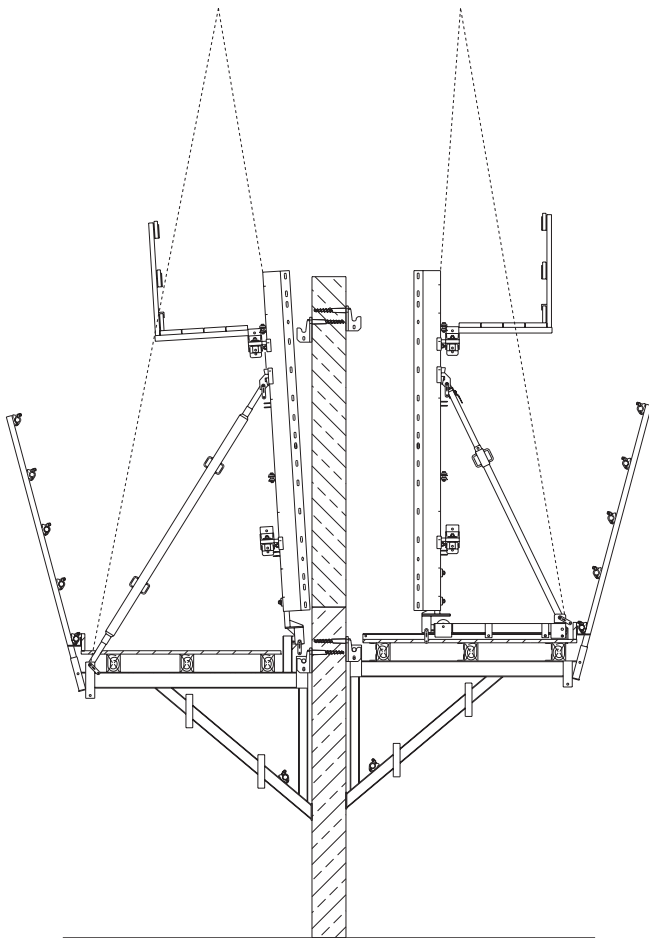

Abb.95
- 9.) Montieren Sie nun die Einhängeschuhe für den nächsten Klettertakt (Abb.95).